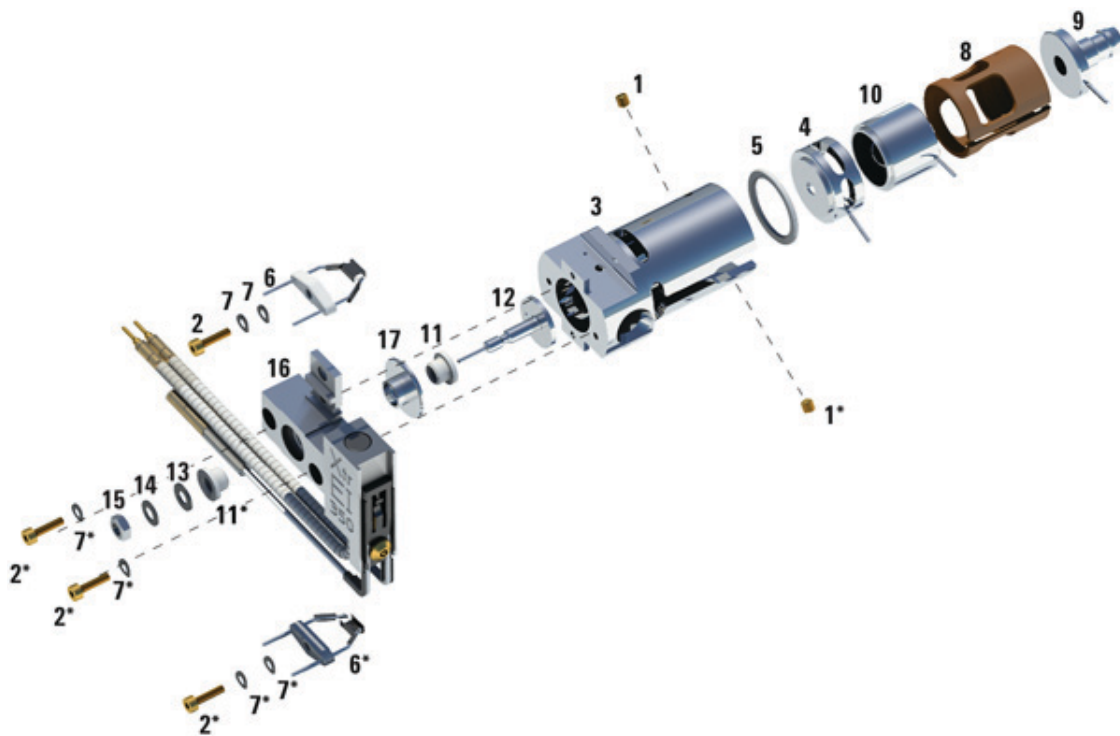

Рисунок 26 Сборка источника ионов ЭУ с экстрактором
- 2 Вставьте линзу экстрактора в корпус источника (плоской стороной вперед) (См. Рисунок 26 на стр. 165).
- 3 Вставьте входную линзу и линзу фокусировки ионов в изолятор в показанном порядке (Рисунок 26 на стр. 165).
- 4 Вдвиньте изолятор с установленными линзой фокусировки ионов и входной линзой в корпус источника так, чтобы линза фокусировки ионов находилась напротив линзы экстрактора (См. Рисунок 26 на стр. 165).
Таблица 21 Список деталей источника ионов ЭУ экстрактора (Рисунок 26)